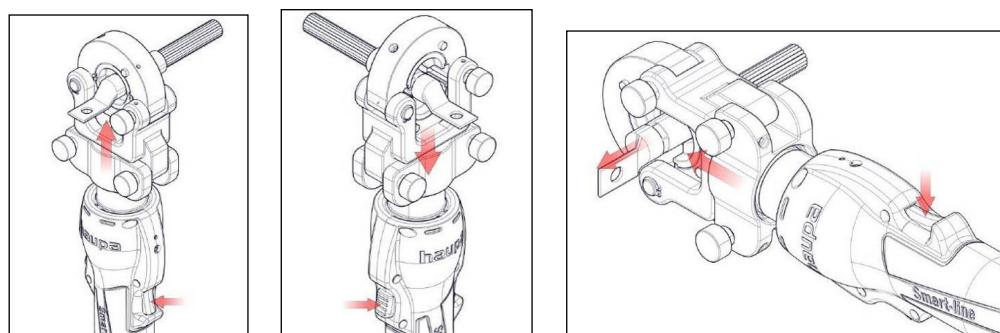

Bild 8: Crimpverbinder
- Starttaste drücken für die Crimpverbindung und Rücklaufaste drücken für die Entfernung der Crimpverbindung aus dem Arbeitsbereich, siehe Bild 8 unten.